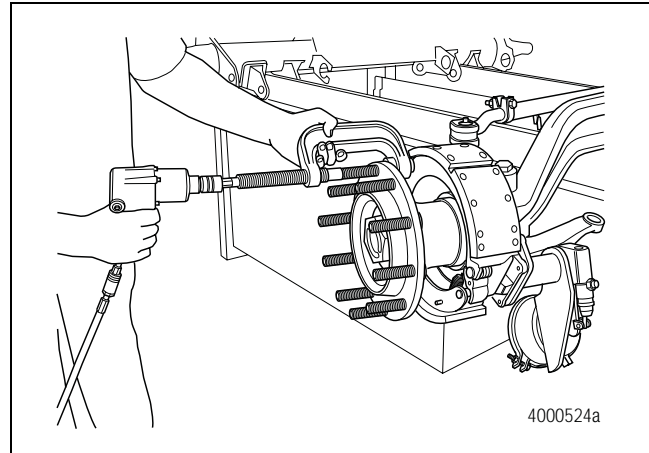

Figura 6.29
6. Utilice una llave de impacto de impulsión de 1/2 pulgada (12.7 mm) y un kit de extracción de articulaciones de bola para retirar los pernos. Figura 6.29.